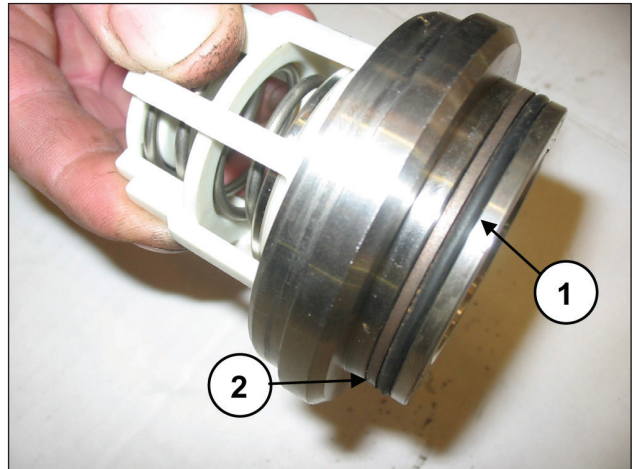

Fig. 106
Monter le joint torique, rep. vue éclatée n° 5 (rep. ①, Fig. 106) et la bague anti-extrusion, rep. vue éclatée n° 15 (rep. ②, Fig. 106) sur le siège de soupape de refoulement.